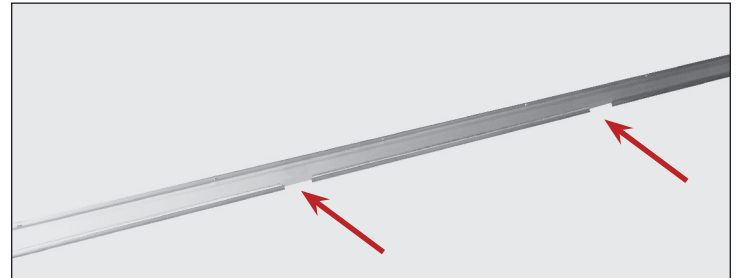

Figure 1. Ouvertures du rail de porte (appareils à deux portes SEULEMENT).
- **Glissez la porte avant pour la centrer sur l'appareil.** Voir figures 1 et 2.